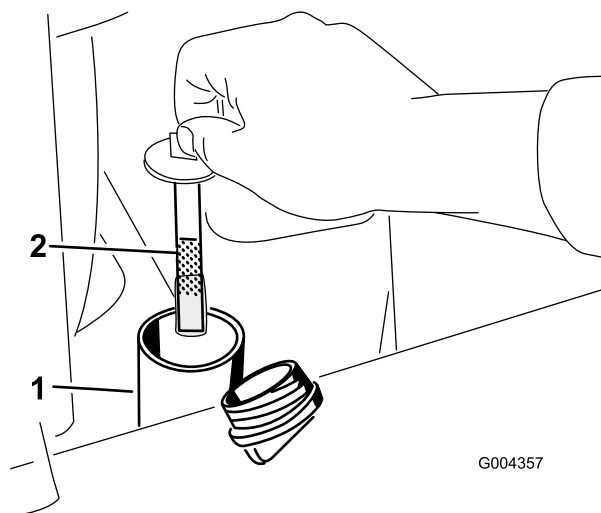

Figura 61
5. Togliete il tappo del serbatoio idraulico e l'asta di livello (Figura 61).